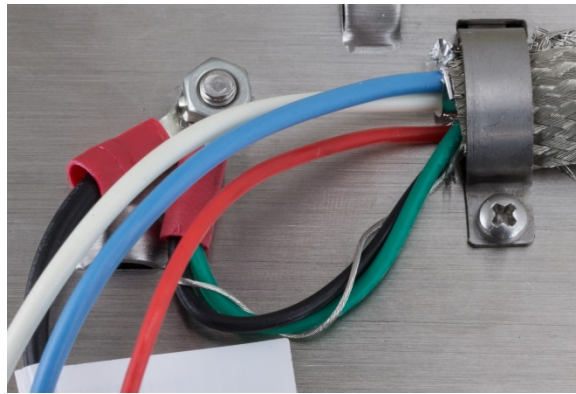

Abbildung 2-62: Befestigung an der Erdungsschraube
9. Bringen Sie auf der Rückseite des Frontplattengehäuses die (mitgelieferte) kurze schwarze Ader und die verdrehte schwarze und grüne Ader des POWERCELL-Kabels an der externen Erdungsschraube mit einer Sechskantmutter an (siehe Abbildung 2-62).